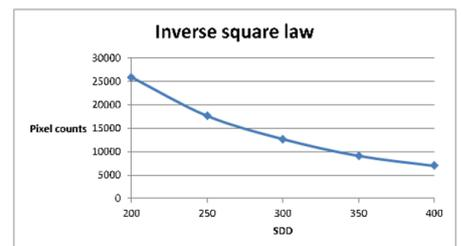

Рис. 10: Количество пикселей в зависимости от SDD для одинаковых значений мощности и напряжения кВ.
- Составьте таблицу и нанесите результаты на график (см. рис. 10).